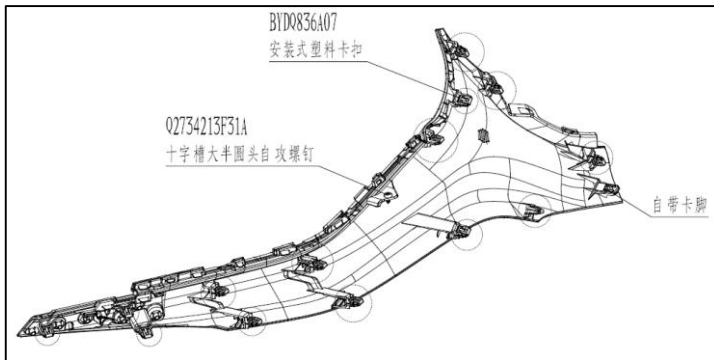

图 1.6.5 副仪表板左上饰板总成
- (1) 把管柱调整到上极限、最大伸缩位置;
- (2) 用十字螺丝刀把副仪表板左上饰板的螺钉松开并取出。如图 1.6.5 所示。
- (3) 用一字螺丝刀沿副仪表板左上饰板最后端(靠近扶手处)安装点撬启一条能放下手指的缝隙,然后双手伸入握着左上饰板将 14 个塑料卡扣依次拔出。如图 1.6.5 所示。
- (4) 副仪表板左上饰板总成的安装:把管柱调整到上极限、最大伸缩位置后,先将副仪表板左上饰板的卡扣和下本体的卡扣开孔一一对应,然后再和副仪表的卡扣开孔一一对应,用适当的力依次把各卡脚全部拍入,使之安装到位,同时确保外观要求。